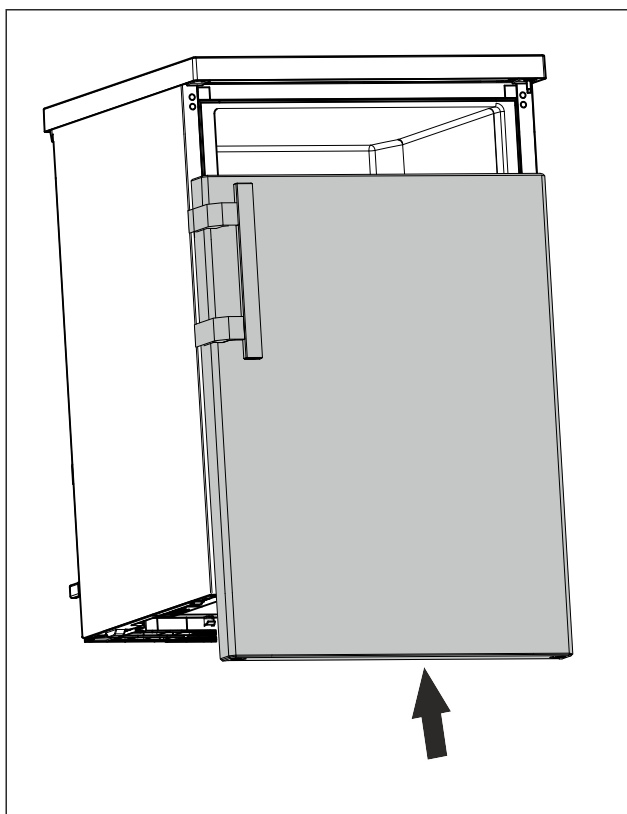

Fig. 16
- Skjut på dörr i stängt läge på övre bulten. (se Fig. 16)